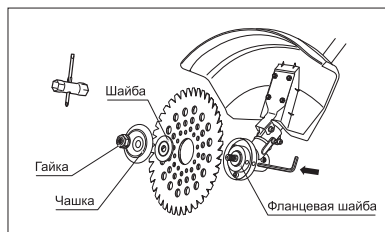

Рис. 7
1. Совместите отверстие во фланцевой шайбе с отверстием в чашке редуктора (**рис. 7**). Вставьте металлический стопорный стержень в отверстие чашки редуктора и в отверстие фланцевой шайбы.
6. Удерживая стопорный стержень одной рукой, надежно затяните гайку трубчатым ключом (входит в комплект поставки), поворачивая ее против часовой стрелки (**рис. 7**).